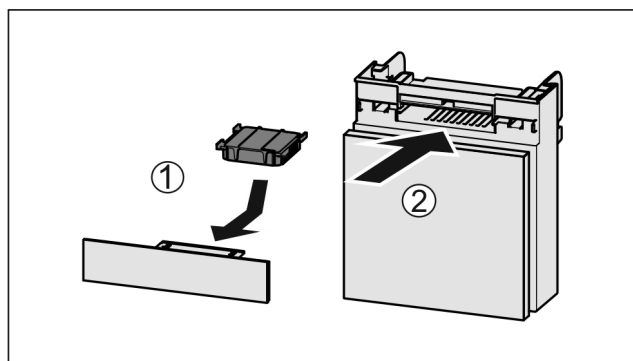

Fig. 215
- ▶ Установите фильтр с активированным углем, как показано на рисунке Fig. 215 (1).
- ▶ Вставьте отделение Fig. 215 (2).